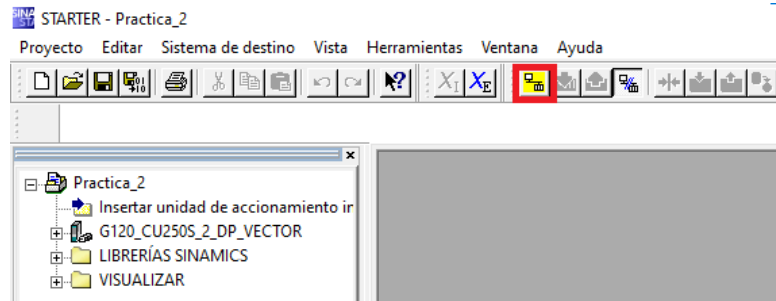

Figura 15: Modo online
10) Para realizar la conexión del dispositivo a modo online, hacer clic en el botón **“Conectar con dispositivos de destino seleccionado”** (ver Figura 15).